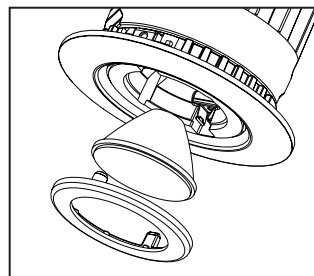

Figura 20
Paso 2. Coloque el óptico deseado en el frente del cardán. Alinee los 2 postes en el frente del cardán con los dos receptores de resorte en el cuerpo del cardán. Presione el frente y el óptico en el cuerpo del cardán (Figura 20).